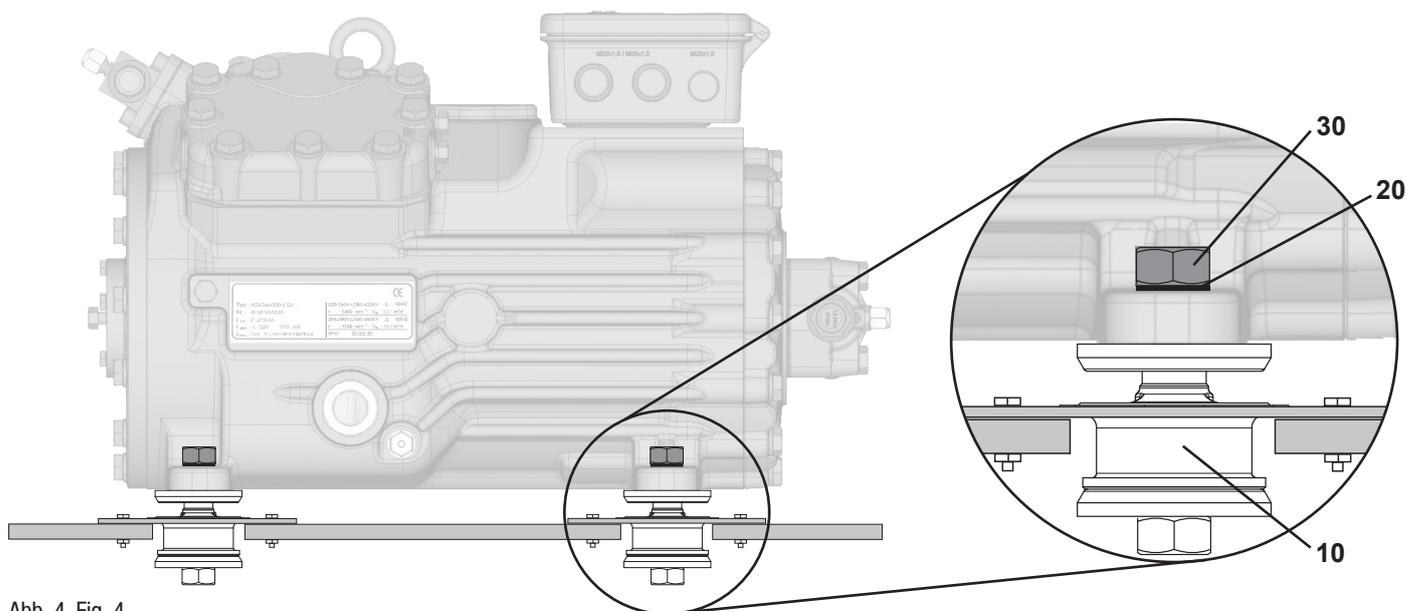

Abb. 4, Fig. 4
Verdichter auf die Schwingungsdämpfer setzen und mit Schrauben M10x65 festschrauben, siehe Abb. 4. Anzugsdrehmoment 20-25 Nm.
3. Fix the anti-vibration pads on the base plate, screw size M6 (not included in the kit). Put the compressor onto the anti-vibration pads and fix it with the screws M10x65, see Fig. 4. Torque 20-25 Nm.